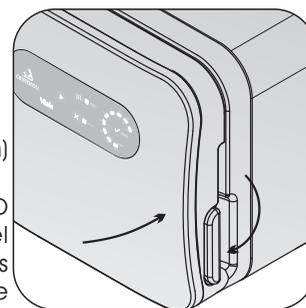

Fig. 8
- Cierre la puerta del autoclave presionándola contra la cámara (recipiente de presión) y moviendo el cerrojo totalmente para abajo hasta el final de curso (figs. 8 e 9).